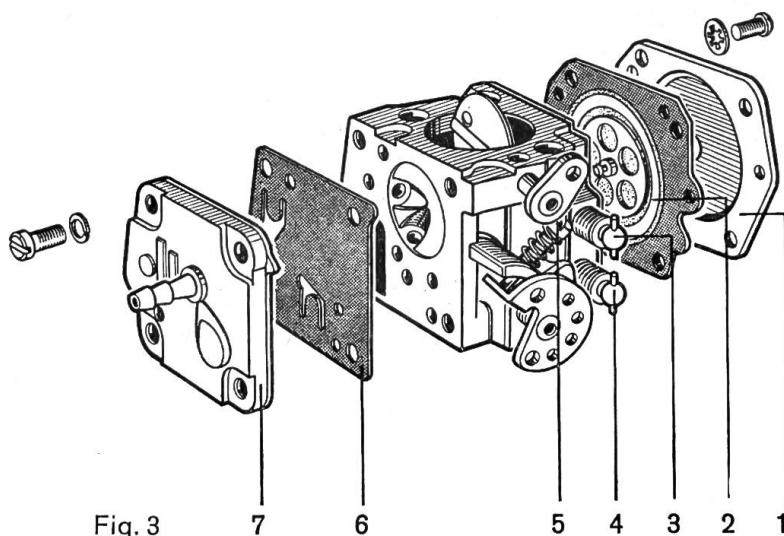

Fig. 3
- Le moteur étant **chaud**, il faut agir sur deux vis de réglage, soit sur la **vis de réglage à puissance partielle** (Fig. 3 + 4, chiffre 4) et la **vis de réglage du ralenti** (Fig. 3 + 4, chiffre 5) jusqu'à ce que le moteur tourne rond (fonctionnement régulier et sans calage).
Fig. 3 et 4: Ces deux types de carburateurs à membrane sont ceux dont les tronçonneuses sont le plus souvent équipées.